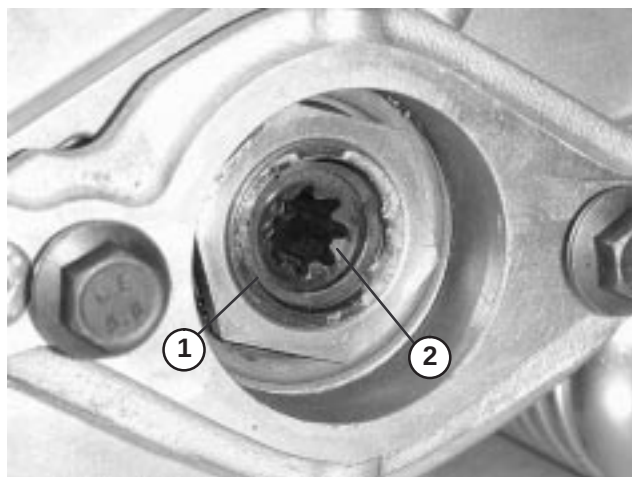

Figure 7
3. Vis Allen (2)
D. Retirez le jonc d'arrêt de fixation du coupleur d'entraînement dans le tube du cylindre (Fig. 7). Déposez le coupleur d'entraînement.